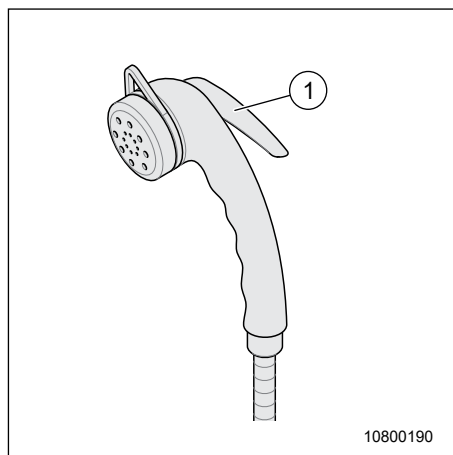

Fig. 126 Tête de douche de la douche extérieure
2. Mettre tous les robinets sur « Chaud » et les ouvrir, bloquer toutes les têtes de douche (Fig. 126, pos. 1) sur Position permanente.
3. Mettre tous les robinets sur « Chaud ». Bloquer toutes les têtes de douche (Fig. 126, pos. 1) sur Position permanente et les laisser ouverts jusqu'à ce que la conduite d'eau chaude est exempte d'eau.